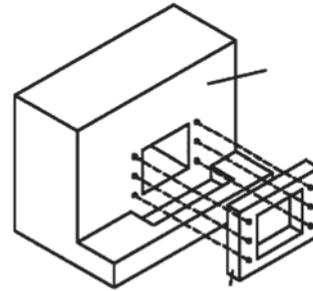

Рис.1
- Приложите корпус к стене и выровняйте его по каналу для того, чтобы сделать отверстия в стене (рис.1).